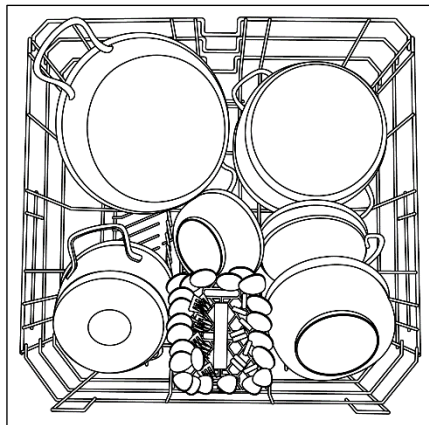

Fig. 4
• AQUASTOP (fig. 4):
O încărcare zilnică standard este prezentată în fig. 4.